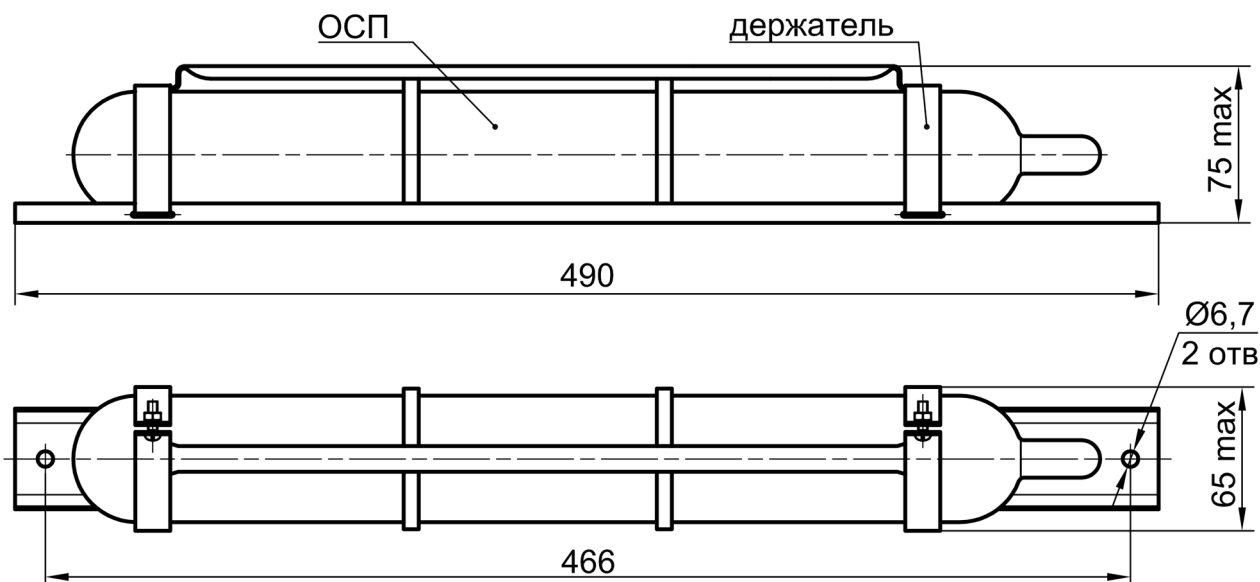

Рис. 2.4 ОСП с держателем м/ф.
- м/ф - морской, см. рис. 2.4.